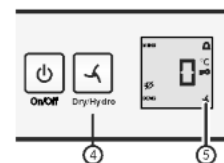

Fig. 3
▶ Ustawienie **hydro**: Wcisnąć przycisk dry/hydro Fig. 3 (4), aż pojawi się symbol . Zwolnić przycisk.
▷ Świeci symbol dry/hydro Fig. 3 (5).
▶ Ustawienie **dry**: Wcisnąć przycisk dry/hydro Fig. 3 (4), aż zgaśnie symbol. Zwolnić przycisk.